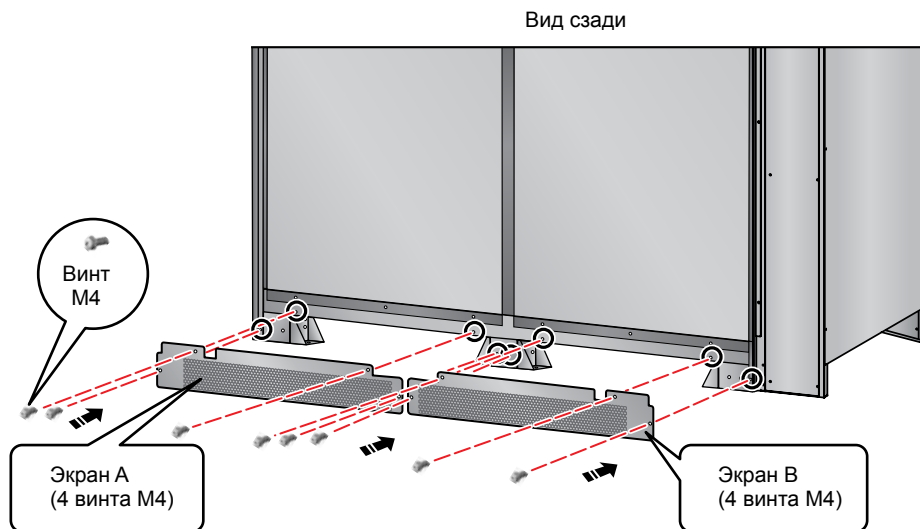

Рис. 6-5. Установка экранов А и В для защиты от грызунов сзади ИБП
2. Сзади ИБП установите экраны А и В, как показано на **Рис. 6-5**.